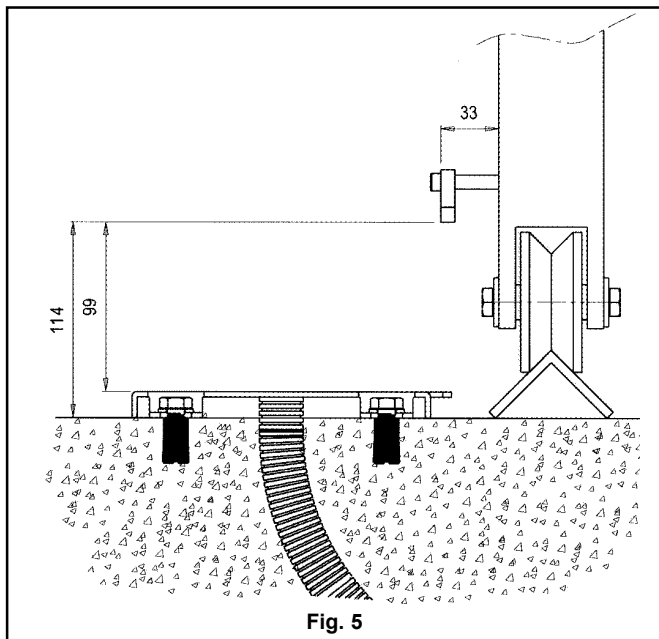

Fig. 5
- Fare riferimento alla fig. 5 per quanto riguarda le quote in altezza.
**ATTENZIONE:** nel caso sia già presente la cremagliera prestare particolare attenzione al rispetto delle quote (fig. 5) per poter inserire poi correttamente il pignone sotto la cremagliera stessa.